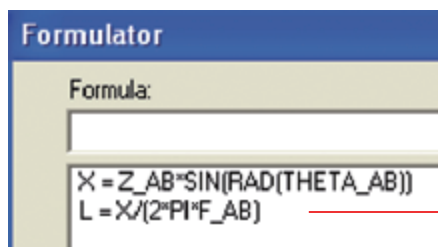

Figure 2
3. フォーミュレータを表示させパラメータZ, θ及びFのデータを使いリアクタンスの計算式を入力する。” θ” の単位は度で設定。フォーミュレータにおいて三角関数を使用するため、Fig. 2に示したように単位系を” RAD” 関数を使用しラジアンに変換する必要がある。